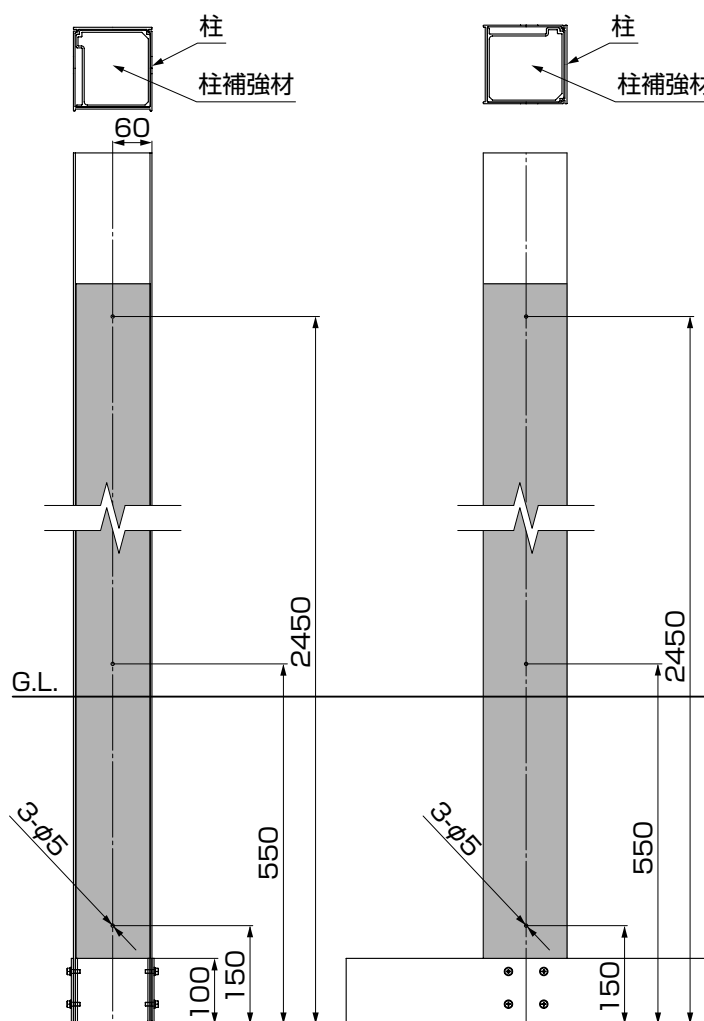

図4-1
- ①門扉を吊る柱にφ5の穴を6箇所あけてください。(図4-1、図4-2参照)
- ②門扉を吊る柱に柱補強材を入れ、穴に合わせて【9-1】で取付けてください。
- 柱補強材を引き寄せるため、必ず家側面を先に取付けてください。(図4-1参照)
- ③調整金具の取付け位置にφ4.5の下穴を8箇所あけて、M5タップ加工してください。